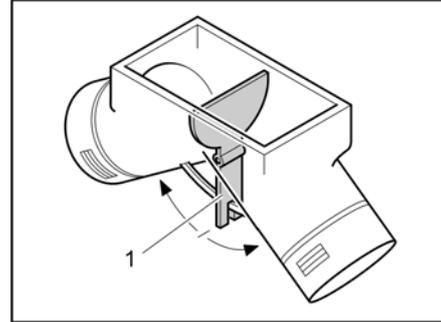

Bild 115 Umluftgebläse, Einstellklappe in Mittelstellung
In Mittelstellung verteilt sich die Warmluft gleichmäßig auf die beiden Warmluftausgänge. Der Bedienhebel (Bild 115,1) für die Einstellklappe ist unter der Bodenklappe im Kleiderschrank eingebaut.
- Bedienhebel (Bild 115,1) in Pfeilrichtung schieben, bis gewünschte Position erreicht ist.